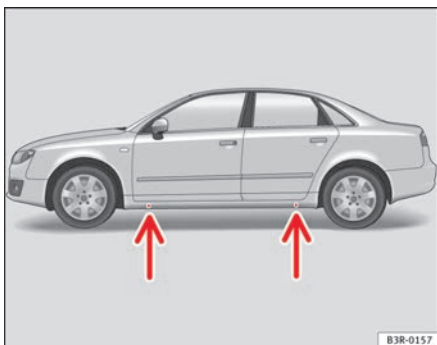

Abb. 179 Radwechsel:
- Suchen Sie den **Aufnahmepunkt** am Unterholm, der dem defekten Rad am nächsten liegt ⇒ Abb. 179 -Pfeile-.
Am Unterholm kennzeichnen jeweils vorn und hinten Eindrückungen die Stellen, an denen der Wagenheber angesetzt werden darf ⇒ Abb. 179 -Pfeile-. Es gibt für jedes Rad genau *eine* Stelle. An anderen Stellen darf der Wagenheber nicht angesetzt werden.